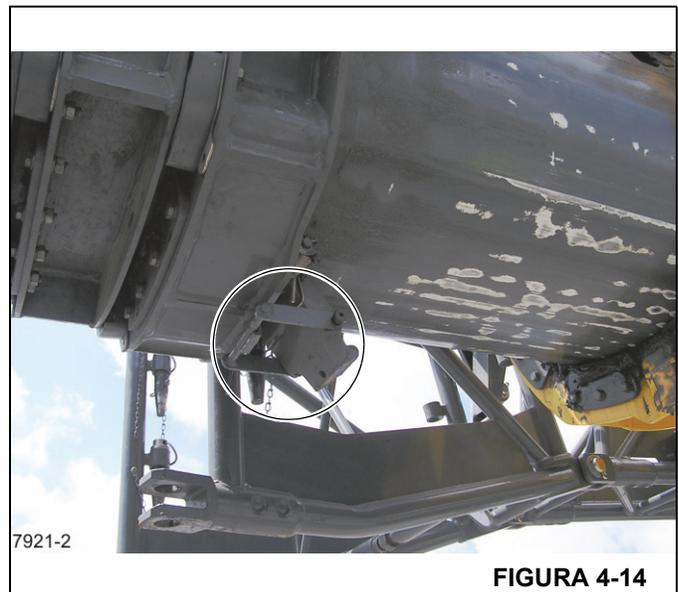

FIGURA 4-14
5. Tire de la manija hacia abajo para desengranar el bloque de tope bajo tensión de resorte de la extensión de la pluma (Figura 4-14). Coloque el extremo de la manija en la placa de retención.